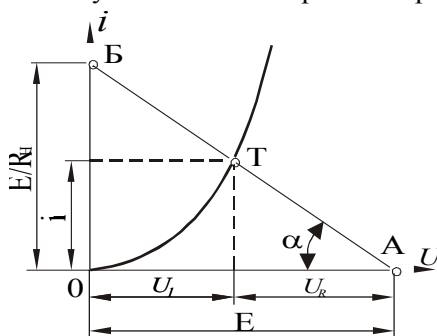

Рис. 27. Построение линии нагрузки
Уравнение для сопротивления  $R_n$  – это прямая линия, называемая *линией нагрузки*. Ее можно построить по двум точкам на осях координат. При  $i = 0$  из уравнения (1) получим:  $E - U_D = 0$  или  $U_D = E$ , что соответствует точке  $A$  на рис. 27. Если  $U = 0$ , то  $i = E / R_n$  (точка  $B$  на рис. 27). Через точки  $A$  и  $B$  проводим прямую, которая является линией нагрузки. Координаты точки  $T$  дают решение поставленной задачи. Следует отметить, что все остальные точки прямой  $AB$  не соответствуют каким-либо рабочим режимам диода.